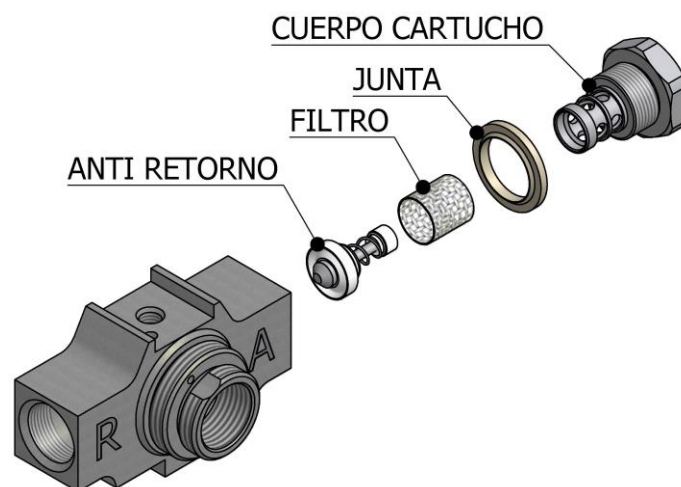

Figura. 20
6. Desmonte el conjunto anti retorno y filtro del lado del Polioli situado en el bloque de mezcla. Limpie el conjunto con disolvente limpia pistolas y el alojamiento del bloque (ver **Figura. 20**, pag.20).
7. Desmonte el conjunto anti retorno y filtro del lado del Isocianato situado en el bloque de mezcla. Limpie el conjunto con disolvente limpia pistolas y el alojamiento del bloque (ver **Figura. 20**, pag.20).
6. Desenrosque el cartucho lateral de isocianato girando en sentido anti-horario, sáquelo de su alojamiento (ver **Figura. 20**). Limpie el alojamiento con disolvente limpia pistolas y compruebe que no quedan partículas sueltas en su interior.
12. Desmunte los conjuntos anti retorno y filtro de ambos productos (ver **Figura. 20** pag.20).